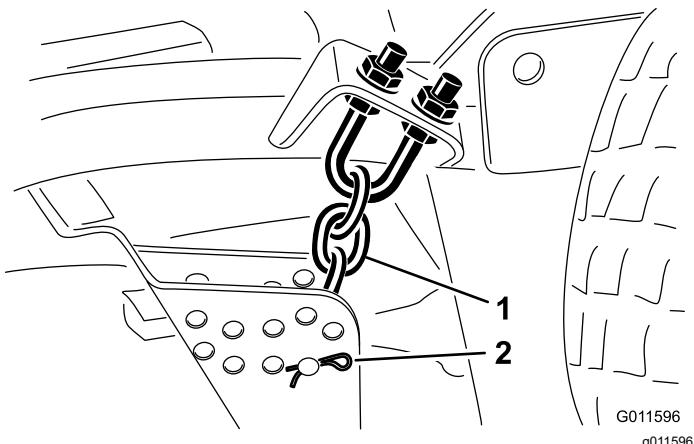

Figura 18
- Retire la chaveta y el pasador que fijan las cadenas de ajuste de la altura de corte a la parte trasera de la unidad de corte (Figura 18).